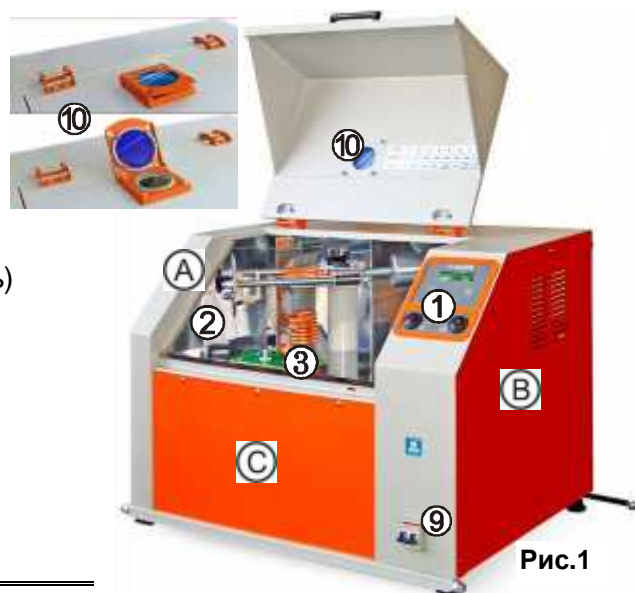

Рис.1
4.1 Основные конструктивные элементы (рис.1, 2, 5)